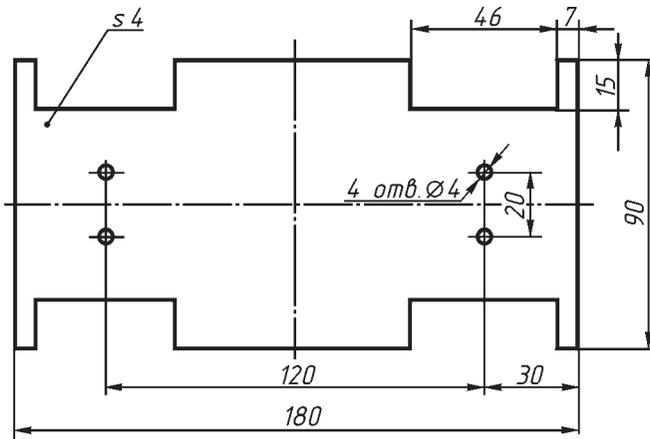

Рис. 61. Чертёж рамы из фанеры
1. Выберите заготовку из фанеры и сделайте разметку рамы по чертежу (см. рис. 61).